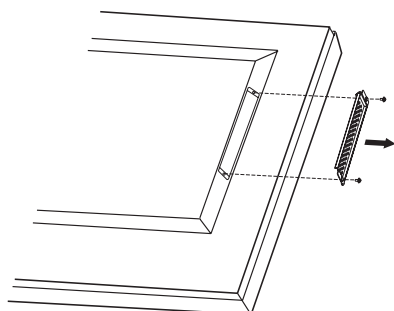

Figura 1
2. Afloje los tornillos para extraer la cubierta acoplada de la ranura (**Figura 1**).